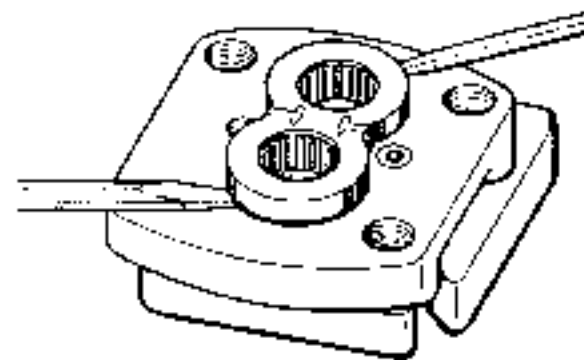

Fig. 8
Replace pocket seal ⑩ and side plate ⑨ with new ones. (Fig. 8)
ポケットシール⑩、サイドプレート⑨は、新しいものと交換する。(Fig. 8)